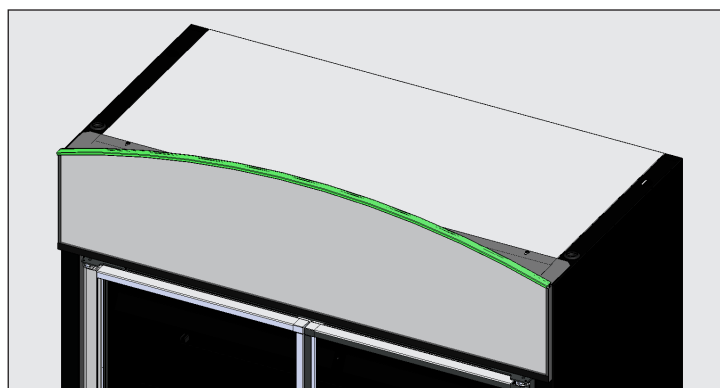

Fig. 5. Instale el conjunto del panel indicador.
6. Apriete los herrajes de la escuadra de soporte. Consulte la fig. 5.